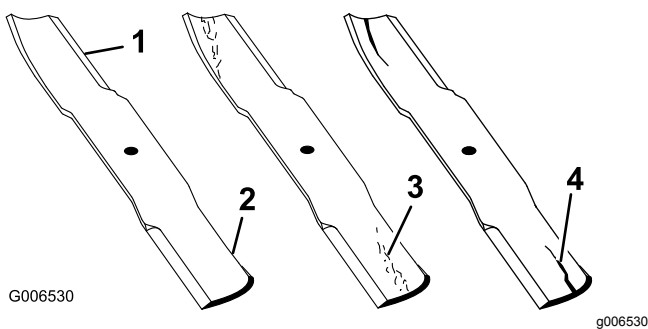

Figura 139
2. Examine cuidadosamente los extremos de corte de la cuchilla, sobre todo en el punto donde convergen la parte plana y la parte curva de la cuchilla, tal y como se muestra en Figura 139.
Nota: Puesto que la arena y cualquier material abrasivo pueden desgastar el metal que conecta las partes curva y plana de la cuchilla, compruebe la cuchilla antes de utilizar el cortacésped. Si se aprecia desgaste, cambie la cuchilla (Figura 139).